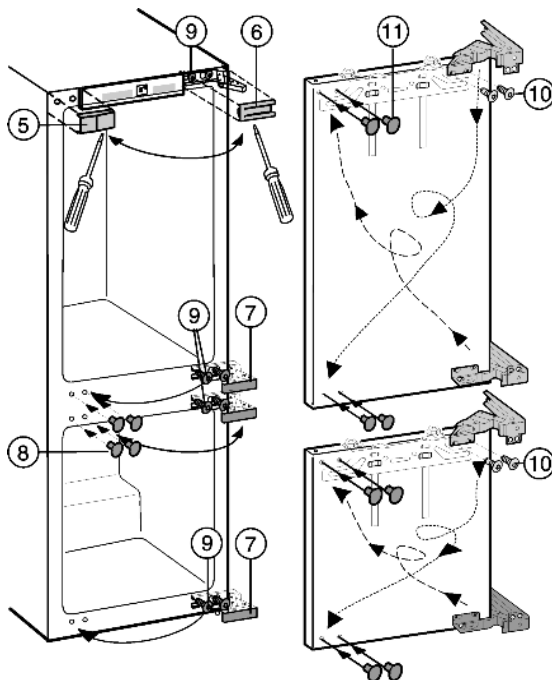

Fig. 4
- ▶ Afdekkingen Fig. 4 (5,6,7,8) met een schroevendraaier naar voor trekken en afnemen.
- ▶ Schroeven Fig. 4 (9) boven en onder aan het apparaat alleen losser draaien.
- ▶ Schroeven Fig. 4 (9) aan de andere kant aanbrengen, kort inschroeven.
- ▶ Schroeven Fig. 4 (10) losdraaien en de scharnieren diagonaal omklappen.
De schroeven Fig. 4 (10) zijn zelfsnijdend: accuschroevendraaier gebruiken.
- ▶ Met stoppen Fig. 4 (11) om de vrijgekomen bevestigingsgaten te dichtten.
- ▶ De deuren in de voorgemonteerde schroeven hangen en de schroeven Fig. 4 (9) aandraaien.
- ▶ Alle afdekdelen Fig. 4 (5,6,7,8) weer monteren.